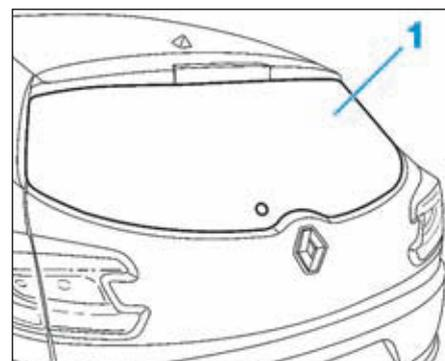

FIG.6
- A l'aide d'un second opérateur, déposer la lunette arrière (1) (Fig.6).